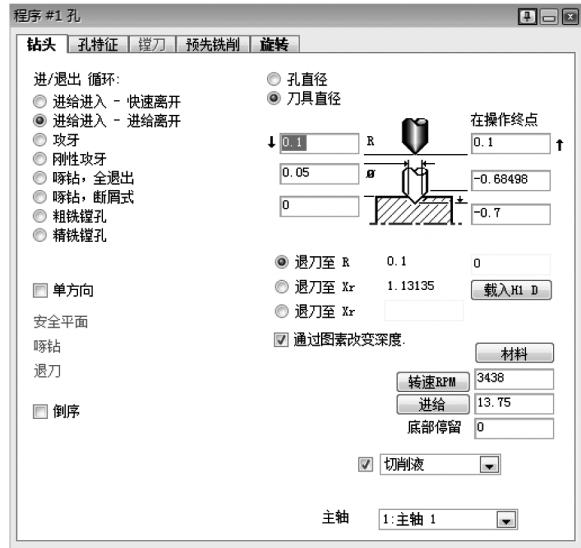

图 6-114 钻孔参数 1
1) 改变程序#1 的刀具为#20 刀具，并按如图 6-114 所示修改程序。